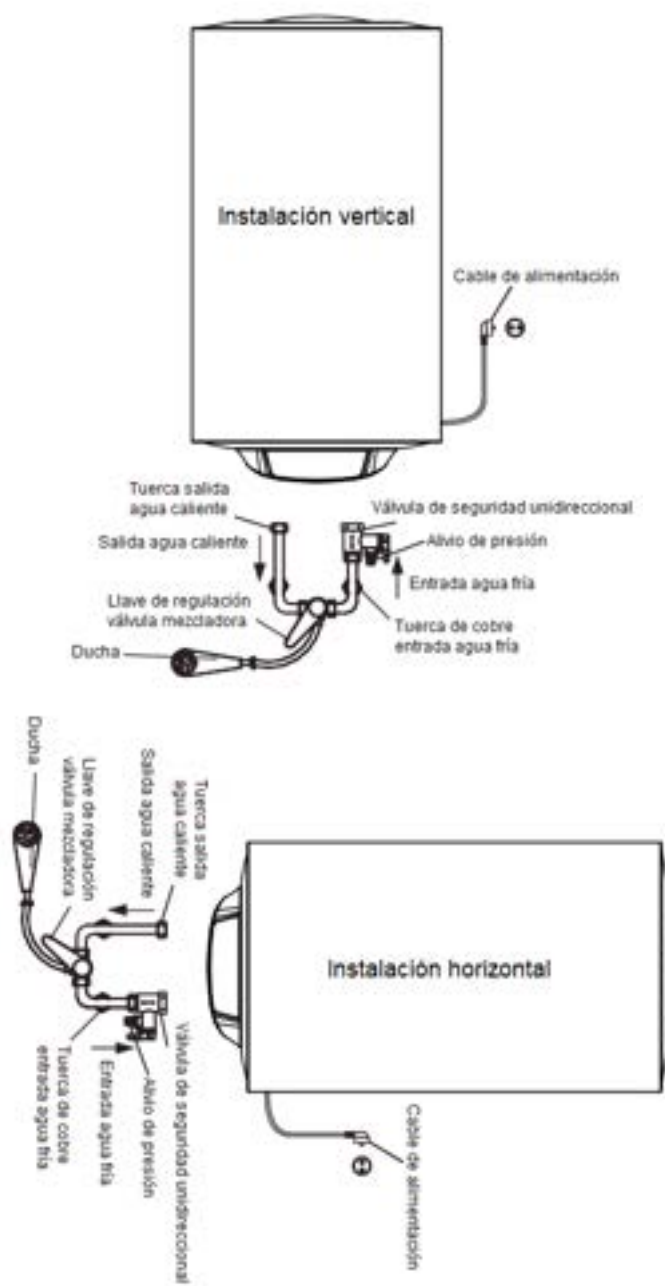

Figura 6
- Consulte la Figura 6 para ver cómo se fija la tubería de agua.